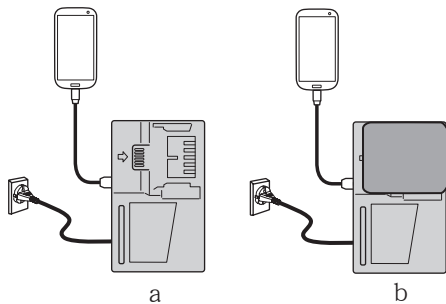

图43
- 将USB设备插入插座进行充电。(图43-a)
- 将USB设备和电池插入插座进行充电。(图43-b)